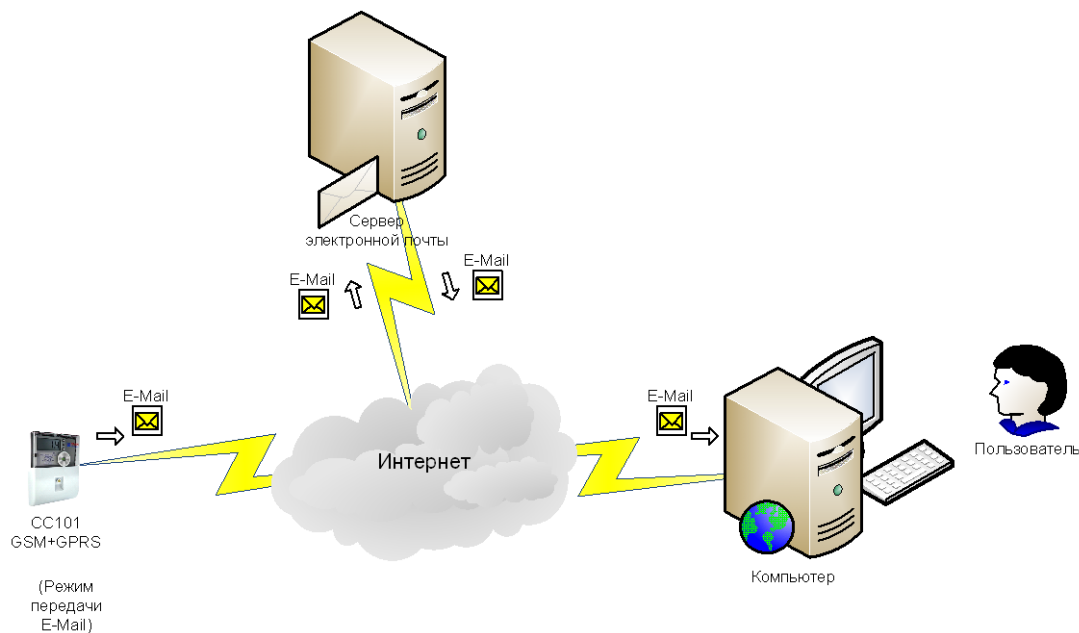

Рисунок 2.8. Передача показаний счетчика в сообщениях E-Mail по заданию пользователя
2.8 Счетчик автоматически по расписанию передает свои показания в сообщениях E-Mail на электронный адрес пользователя (Рисунок 2.8). В этом варианте основной последовательный интерфейс свободен, а модуль расширения «GSM/GPRS контроллер» внутри счетчика работает в режиме передачи E-Mail. Максимально допустимое расстояние до прибора ограничено только наличием доступа компьютера пользователя к сети Интернет, а счетчика – к сети оператора связи GSM/GPRS. Необходимые показания счетчика и контроллера (см. Таблицу 1.1 и 1.2), расписание передачи и электронные адреса получателей сообщений E-Mail программируются пользователем заранее. Примеры получаемых пользователем сообщений E-Mail приведены в Приложении 1.